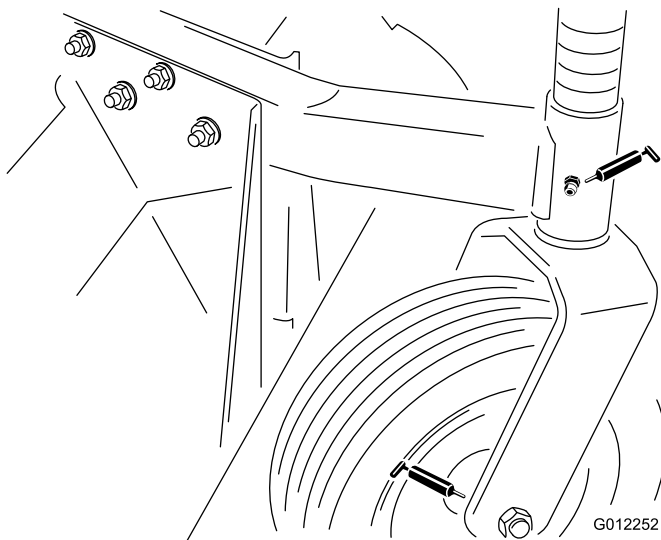

Bild 17
- Büchsen der Laufradspindel, jeweils 1 (Bild 17)
- Laufradlager, jeweils 1 (Bild 17)